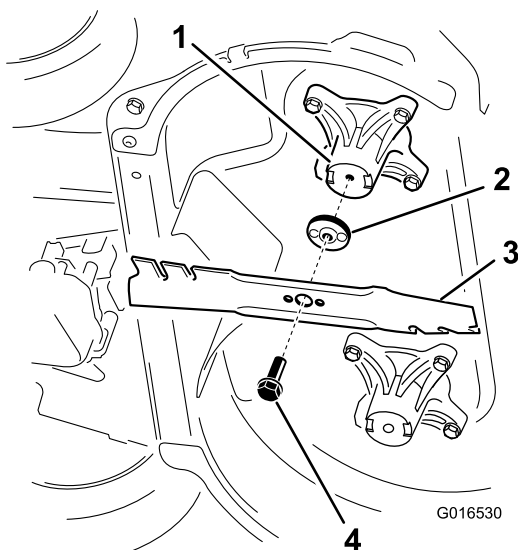

Figure 3
2. Déposez chaque lame comme montré à la Figure 3.
1. Montez la première lame de sorte qu'elle soit horizontale, et reposez toutes les fixations, comme montré à la Figure 3.